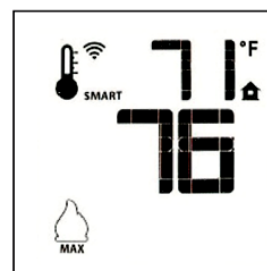

Figure 63. Mode «Smart»
- Pour activer cette fonction, appuyez sur la touche «Thermostat» jusqu'à ce que le mot «SMART» apparaisse à la droite de l'icône du thermomètre. Fig. 63.